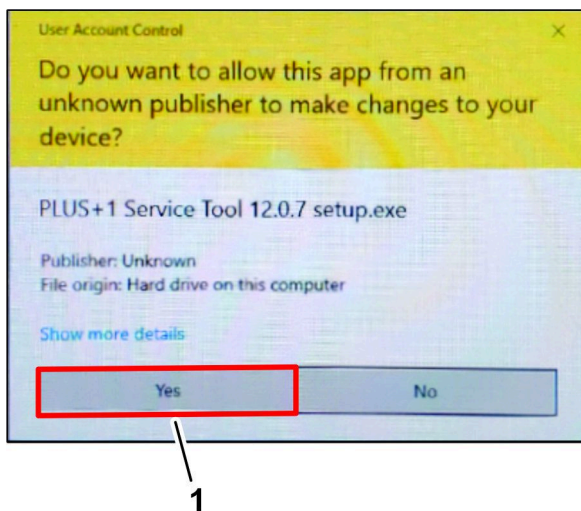

図 22
- ユーザーアカウント制御ダイアログ ボックスが表示された場合は、はいボタン (図 22) をクリックする。